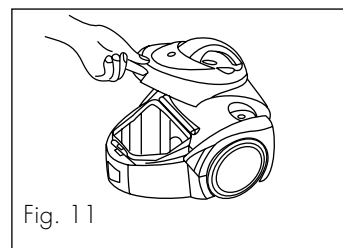
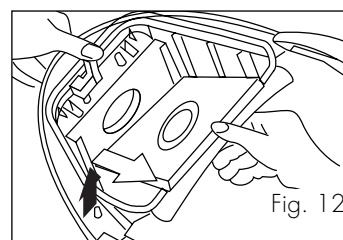

Fig. 11
Fig. 12
Om de stofzak te vervangen, op de knop voor het openen van de stofverzamelbak (P) drukken en het deksel optillen (Fig. 11). Verwijder de zak voorzichtig door op de daarvoor dienende bevestigingshendel te drukken en tegelijkertijd de zak iets naar achteren te drukken. Zo kan de zak makkelijk verwijderd worden (Fig. 12).